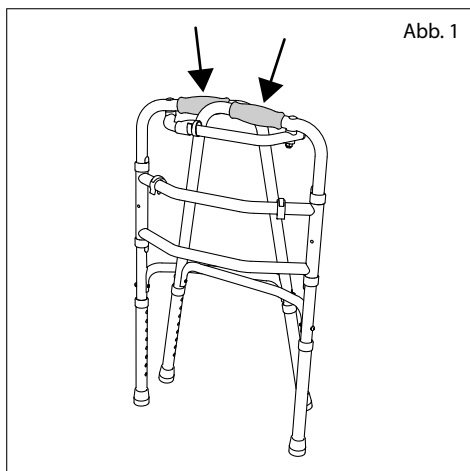

Abb. 1
1. Saisissez-vous d'une poignée dans chaque main (fig. 1).